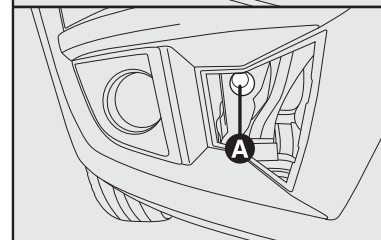

fig. 47
Remolque delantero - fig. 47
2) Quite la tapa de protección del agujero para instalación del gancho de remolque - **flechas-fig. 47**.
3) Instale el gancho de remolque en el agujero rosqueado **A-fig. 47**, ubicado en la parte delantera del paragolpes, lado derecho.